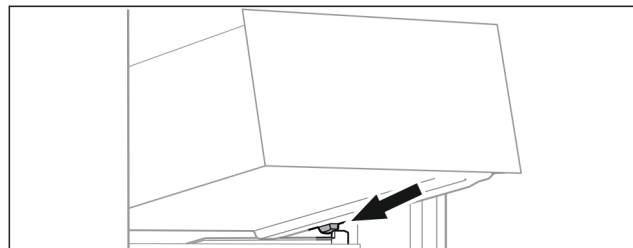

Fig. 76
- Predal postavite v poševnem položaju za zaustavljalniki na nastavek za posodo. (glejte Fig. 76)